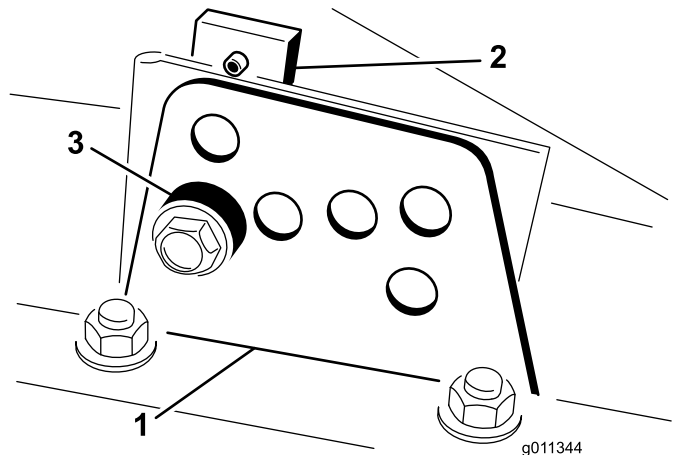

Figura 22
2. Desaperte o parafuso que prende o suporte da altura de corte à placa da altura de corte (frente e de cada lado), conforme se mostra na Figura 22.
4. Enquanto estiver suportar a câmara, retire o espaçador (Figura 22).